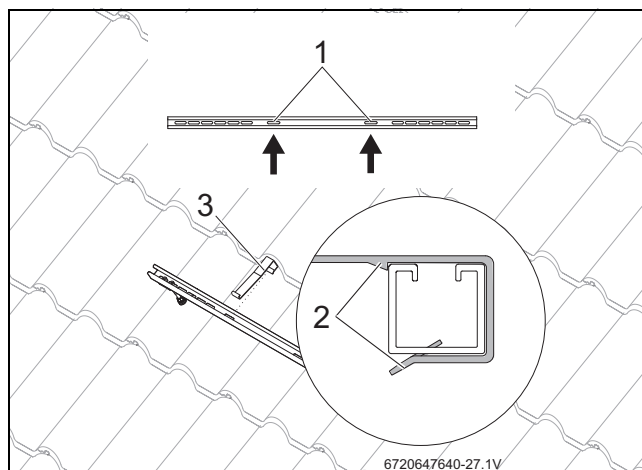

Fig. 53 Enganchar protección antideslizante
- ▶ Deslizar las protecciones antideslizantes (Fig. 53, [3]) en los agujeros alargados interiores correspondientes [1], desde fuera sobre los perfiles hasta que encajen [2].